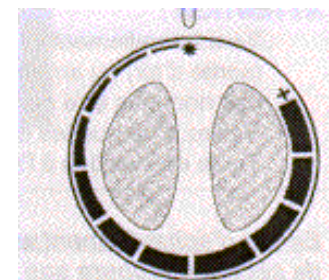

рис. 4
- Положение, соответствующее минимальной регулировке, * (рис. 4), обеспечивает выполнение функции Hots-Gel (букв. "против замерзания") с поддержанием минимальной температуры около 5 °С.
- При проветривании помещения необходимо отключить прибор, установив ручку в положение "**" (рис. 4).